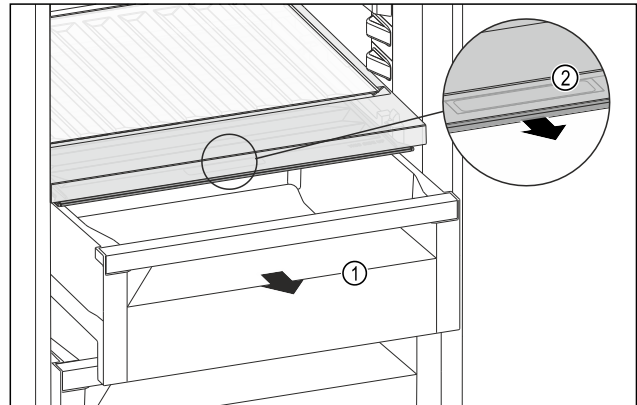

Fig. 97
- ▶ Estrarre il cassetto Fig. 97 (1).
- ▶ Afferrare la maniglia incassata Fig. 97 (2) sul coperchio dello scomparto e tirare allo stesso tempo in avanti il coperchio dello scomparto.